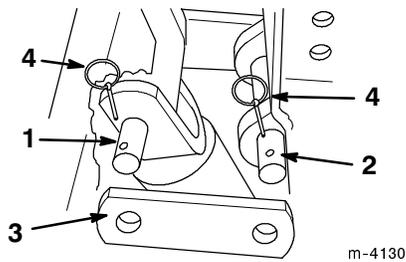

Figure 13
18. Glisser les deux biellettes sur chaque extrémité de l'axe de chape du vérin d'inclinaison et du pivot de la pelle rétro, et les fixer à l'aide de deux goupilles d'axe (Fig. 13).